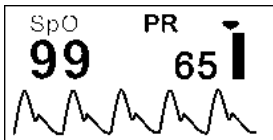
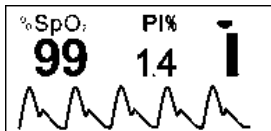

Abbildung 5
Abbildung 7
5. Wenn auf der Anzeige die Wellenform wie auf Abb. 5 angezeigt, erscheint, die Taste drücken, um die verschiedenen Funktionen abzurufen:
6. Wird die Taste 2 Sekunden lang gedrückt gehalten, geht das Gerät auf die auf in Abb. 7 dargestellte Modalität über.
In der auf Abb. 7 dargestellten Modalität, werden auf der Anzeige die SpO₂-und Perfusionsindex-Werte überwacht und angezeigt, im Gegensatz zur Modalität auf Abb. 5, mit der die SpO₂- und